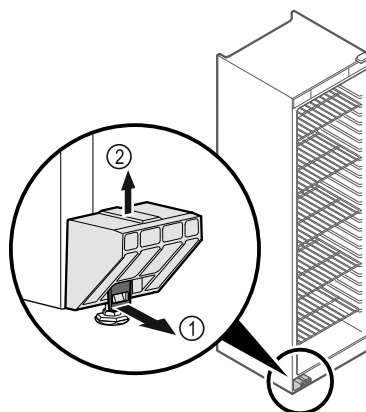

Fig. 5
- Nakładkę Fig. 5 (1) pociągnąć do przodu.
- Zabezpieczenie transportowe Fig. 5 (2) pociągnąć w górę i zdjąć.